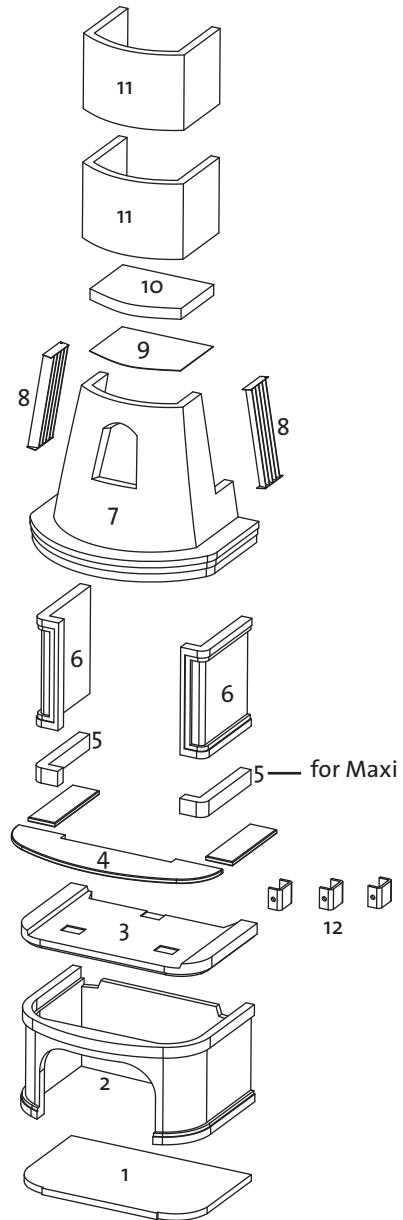

Fig. 4
6. Legen Sie die Holzpalette und die Verpackungspappe auf den Boden og legen Sie den Einsatz vorsichtig auf den Rücken, indem man die Kartonage als Unterlage benutzt um nicht den Fußboden zu beschädigen. Die 3 Schrauben auf die Unterseite abschrauben (Abb. 4).
5. Legen Sie die Holzpalette und die Verpackungspappe auf den Boden og legen Sie den Einsatz vorsichtig auf den Rücken, indem man die Kartonage als Unterlage benutzt um nicht den Fußboden zu beschädigen. Die 3 Schrauben auf die Unterseite abschrauben (**Abb. 4**).